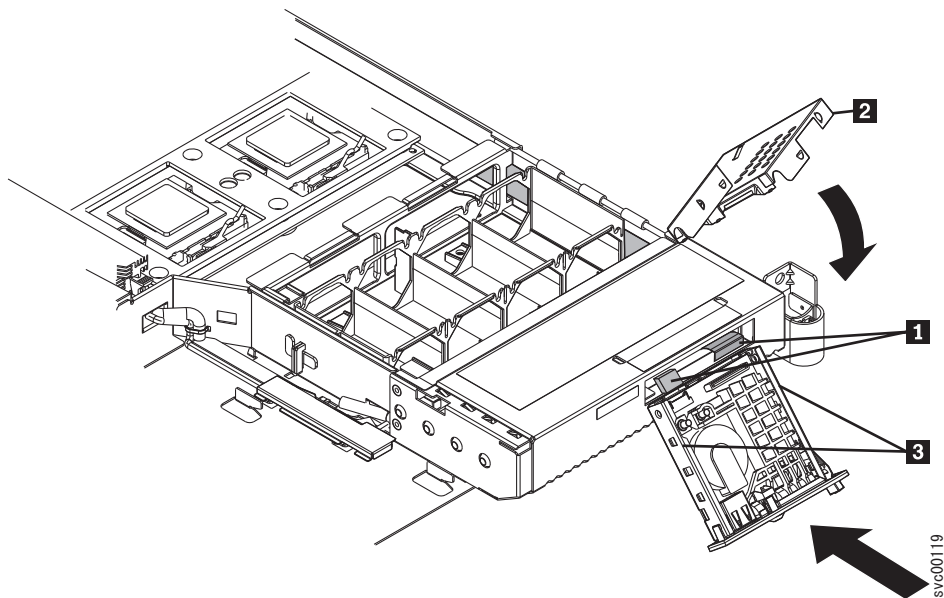

図 231. オペレーター情報パネルの交換
1. アセンブリーの後部 **1** に 2 本のケーブルを接続します。262 ページの図 231 を参照してください。